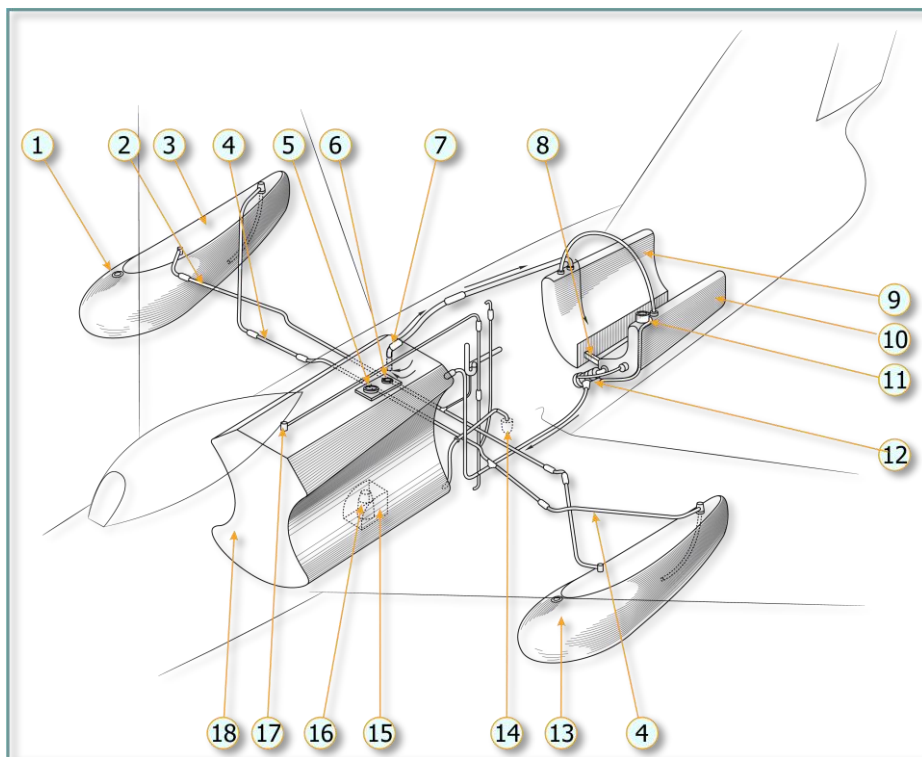

Рис. 5.3. Схема топливной системы самолёта
Топливная система предназначена для хранения запаса топлива на борту самолёта и обеспечения его непрерывной подачи к двигателю. Схема топливной системы отображена на Рис. 5.3.
- двух подвесных баков (3), (13), Рис. 5.3, ёмкостью по 300, 400 или 600 л;
- воздушной линии, подводящей воздух под избыточным давлением 0,4 кг/см² к бакам от компрессора двигателя (2);
- линии подвода керосина к 1-му баку (4) с поплавковым клапаном, регулирующим подачу керосина (расположен примерно под датчиком (6)).
Примечание. При малых оборотах двигателя (менее 6000 об/мин) возможно загорание лампы ПОДВ. БАКИ несмотря на наличие топлива в подвесных баках. Это происходит вследствие недостаточного поддавливания топлива в подвесных баках воздухом из-за компрессора по магистрали поддавливания (Рис. 5.3, 2).